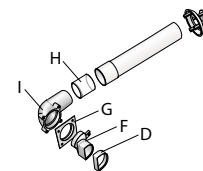

Fig. 17
- Innestare la tubazione $\varnothing 35$ mm o la curva a 90° alla riduzione frapponendo l'apposita guarnizione di tenuta **G** da inserire nel banchiere della curva o del tubo (Fig. 17).
- Per unire una curva ad un tubo o due tubi tra loro innestarli e ricoprirli con la guarnizione di tenuta **H** (Fig. 17).